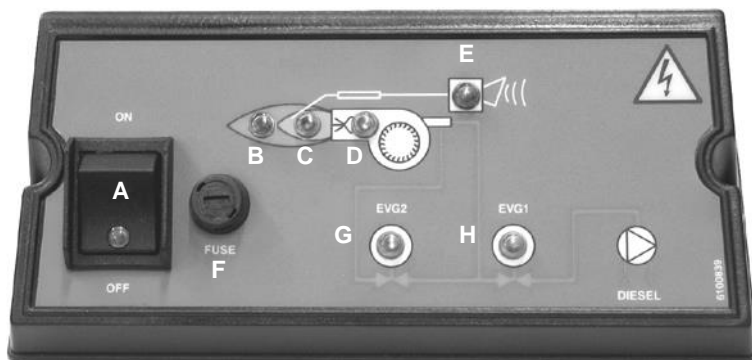

Fig. 36
- Schalten Sie den Brenner mit dem Schalter A auf dem Bedienfeld ein (Abb. 36).